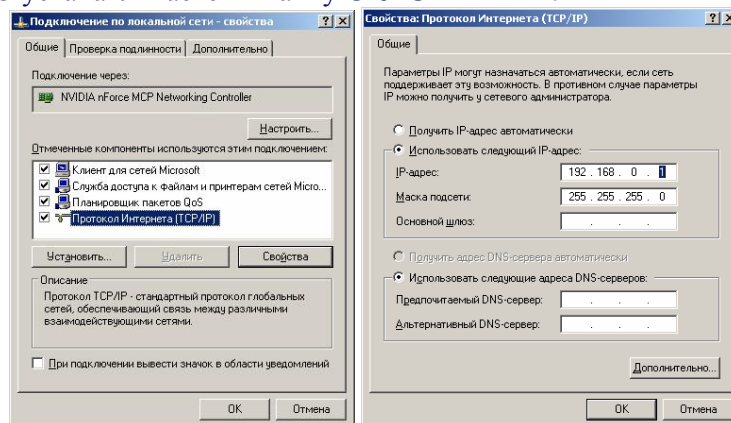

Рисунок 2.
1.3 Для сетевого взаимодействия ПЭВМ сервера и терминала, они должны быть включены в локальную сеть с фиксированными IP-адресами. IP-адреса устанавливаются в свойствах протокола Интернета (TCP/IP) свойств подключения по локальной сети (Рисунок 2) операционной системы. Например: TCP/IP-адрес сервера **192.168.0.1**, TCP/IP-адрес терминала **192.168.0.2**.